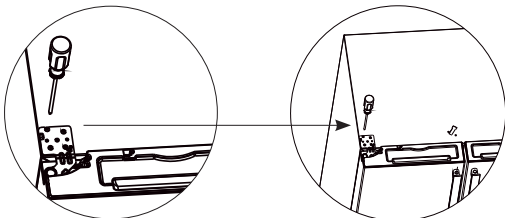

Figura 3
3) Utilice el destornillador para desatornillar los 3 tornillos y 1 tornillo de puesta a tierra que sujeta la bisagra superior, quite el borne del enchufe y, acto seguido, quite la puerta izquierda. Consulte la Figura 3.